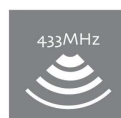

Figuur 1
6. De motor dient met de motorkabel naar beneden te worden geïnstalleerd om te voorkomen dat er vocht via de motorkabel in de motor loopt. Zie figuur 1